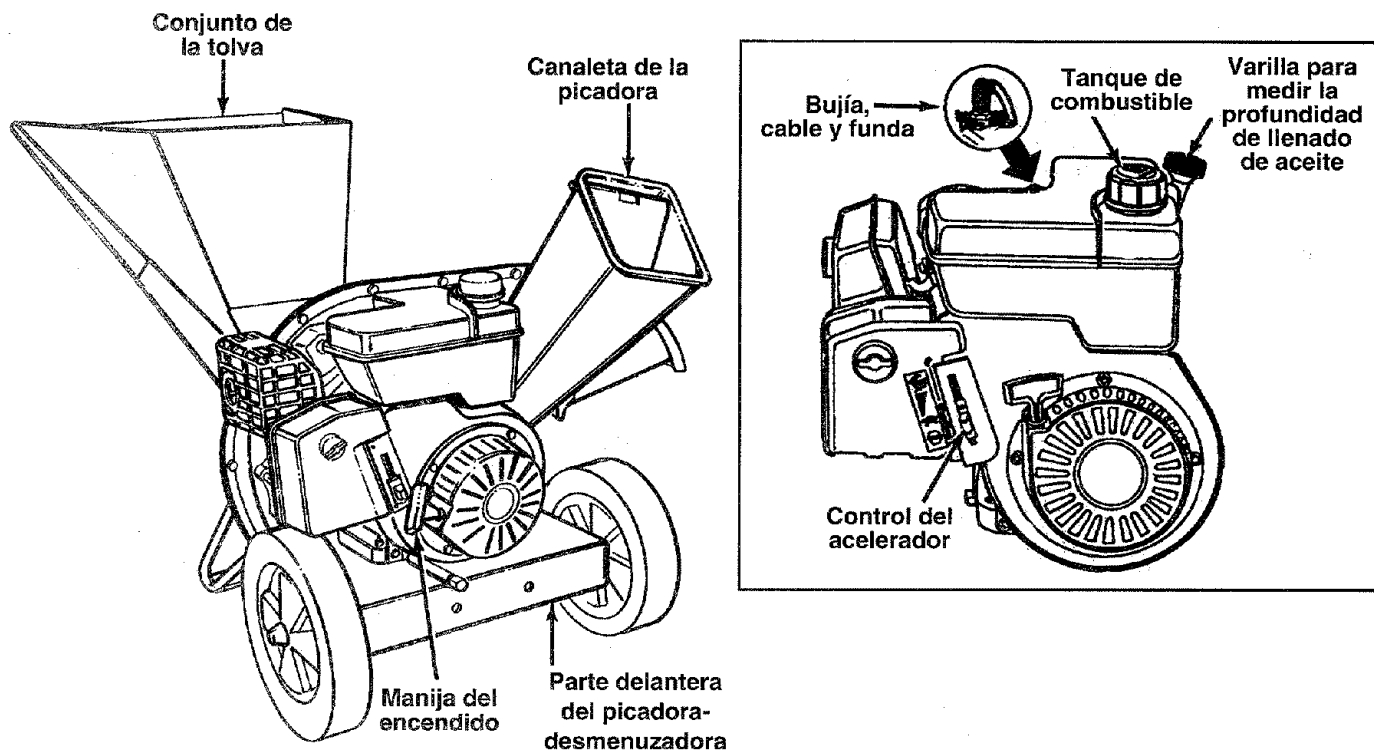

FIGURA 6.
NOTA: Para determinar los lados de mano derecha e izquierda de su picadora-desmenuzadora, colóquese detrás de la máquina con el motor alejado de usted. Ver la figura 6.
BARRA DE DESENGANCHE - Usada para desenganchar la tolva cuando se baja o sube. Vea la figura 6.
MANIJA DEL ENCENDIDO - Usada para encender manualmente el motor. Vea la figura 6.
- Mueva el acelerador a la posición STOP. Vea la figura 6.
- Desconecte el cable de la bujía y aléjelo de la misma para evitar un arranque accidental mientras el equipo no esté atendido. Vea la figura 6.